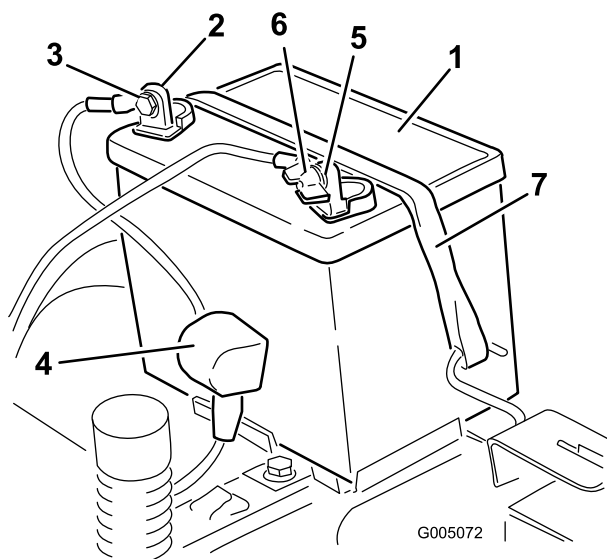

Figura 37
4. Staccate il cavo negativo (nero) di terra dal polo della batteria (Figura 37).
6. Staccate il cavo positivo (rosso) dal polo della batteria (Figura 37).
7. Togliete il dispositivo di fissaggio della batteria (Figura 37) e togliete la batteria dal vassoio.
1. Posizionate la batteria nella cassetta (Figura 37).
5. Fissate la batteria con l'apposito dispositivo (Figura 37).